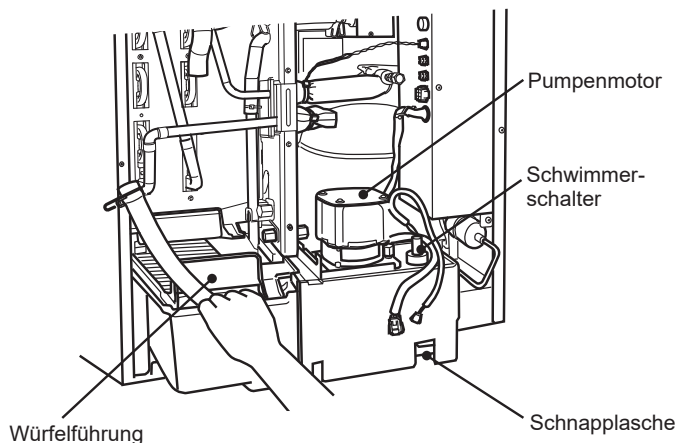

Abb. 4
- 5) Wassertank, Würfelührung, Pumpenmotorträger, Pumpenmotor und Schwimmerschalter zusammen herausziehen. Siehe Abb. 4.